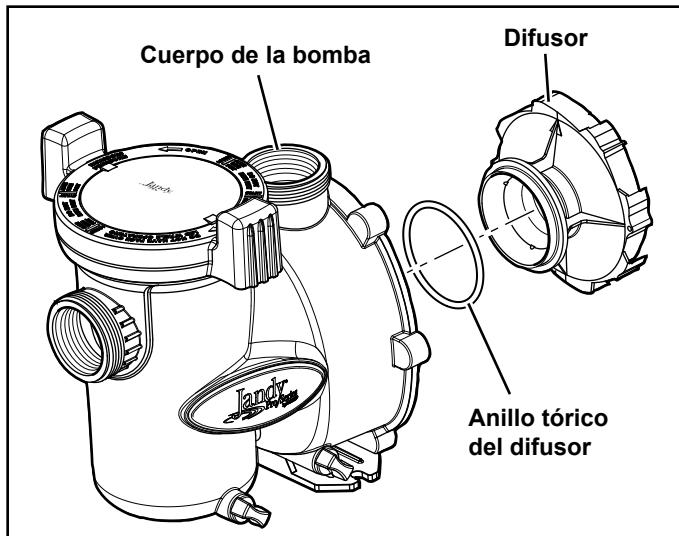

Figura 18. Plano de despiece del cuerpo de la bomba y del difusor
6. Vuelva a colocar los dos (2) tornillos Phillips pequeños. Apriete los tornillos para sacar el difusor contra la placa posterior del motor.
7. Para ayudar a prevenir una pérdida de aire en el sistema, asegúrese de que la junta tórica del difusor, la ranura de la junta tórica y su sello estén limpios y libres de residuos. Si retiró la junta tórica del difusor, asegúrese de instalarla en la ranura de donde la extrajo. (Véase la Figura 18.) Si usa grasa para retener el anillo tórico, **debe** ser a base de silicona, **No use grasa a base de petróleo**. Destruirá la junta tórica.
8. Deslice el difusor en el agujero de acoplamiento en el cuerpo de la bomba. Mientras sujetas el motor comience colocando dos (2) tornillos en lados opuestos. (Esto mantendrá el motor en posición mientras empieza con los otros seis (6) tornillos.)